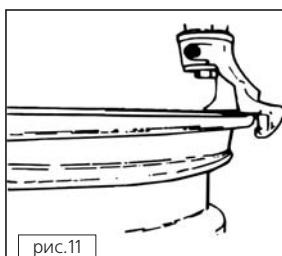

рис.11
3. Установите вертикальный шток в рабочее положение, чтобы монтажная головка оказалась около обода колеса. Ролик монтажной головки должен находиться в 2 мм от обода, чтобы избежать царапин (**Рис. 11**). Поверните рукоятку с зажимом и зафиксируйте шток (в автоматическом станке используется блокирующая ручка 11, рис. 2).